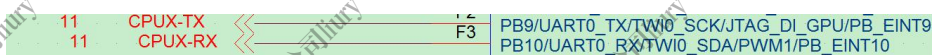

图 2-18 UART0 调试串口
- UART0 默认用于系统调试打印，建议预留测试点，用于系统调试打印。如图 2-18。